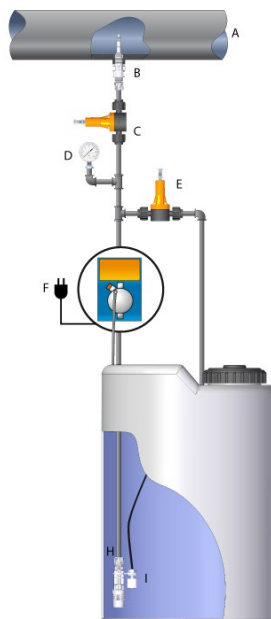

Abb. 7 – Typische Anlage
Sowohl bei der Druck- als auch bei der Saugleitung sind übermäßige Biegungen zu vermeiden, um Engpässe in der Leitung selbst zu verhindern. An der Leitung der zu behandelnden Anlage an einer für die Einspritzung des Produktes geeigneten Stelle einen 3/8"- oder 1/2"-Gasanschluss mit Innengewinde montieren. Dieser Anschluss ist nicht im Lieferumfang inbegriffen. Das Einspritzventil mit PTFE-Band in den „Dichtungsanschluss“ schrauben, siehe Abb. 7. Den Schlauch (5) am konischen Anschluss des Einspritzventils (3) anschließen und mit dem zugehörigen Ring (4) fixieren. Das Einspritzventil (3) hat auch die Funktion eines Rückschlagventils.